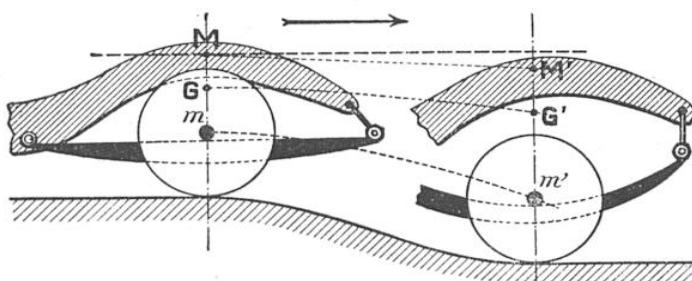

FIG. 2. — PASSAGE D'UNE DÉNIVELLATION
*Passage d'une dénivellation.* — Supposons, pour un instant, que les ressorts aient été bloqués. Lorsque la roue passe au-dessus d'une dénivellation, tout l'ensemble du châssis  $M$  et de la partie non suspendue  $m$  tombe en chute libre ; le centre de gravité  $G$  de l'ensemble ( $M+m$ ), qui est animé de la vitesse de la voiture, décrit une trajectoire  $GG'$  (fig. 2). Mais si nous répétons la même expérience avec les ressorts libres, nous voyons que la détente de ces ressorts, qui se fait de part et d'autre du centre de gravité
Il est évident que la trajectoire de la roue (fig. 2) se rapproche d'autant plus de l'horizontale que la vitesse de la voiture est plus grande. En pratique, il est très rare que la roue d'une voiture roulant vite touche le fond des trous ; au contraire, elle franchit la dénivellation et vient heurter le bord opposé. L'effet sensible de la vitesse est donc surtout un allongement de la trajectoire *mm'*, et la roue heurte successivement certaines des crêtes de la route. Si l'on veut bien calculer qu'une voiture, sur route moyenne, fait aisément 15 mètres par seconde et que, sur cette longueur, peuvent être répartis une cinquantaine d'obstacles, on comprend que la roue subisse un martelage rapide et intense. On a donné à ce phénomène le nom de *répétition des coups*.